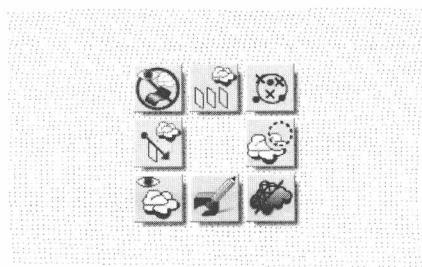
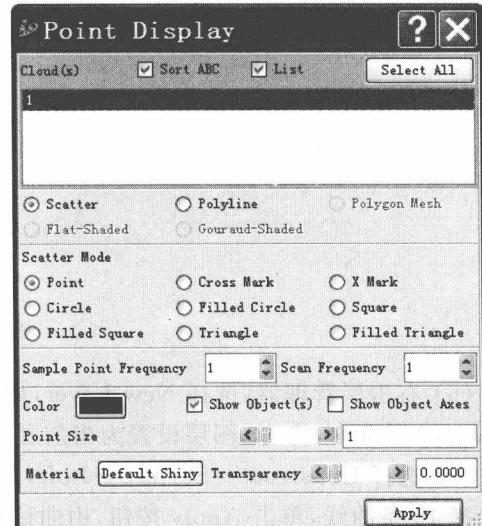

图 1.4
图 1.5
(2) 右击点云,选择 点 ,如图 1.4 所示,得到点云特性显示对话框,如图 1.5 所示,可以根据点云的名称,修改点云显示的形状为 Cross Mark(十字形)或 Circle(圆形)等,也可改变点云的颜色(Color)、点云的大小(Point Size)等。最后单击 Apply 按钮完成对话框的设置。